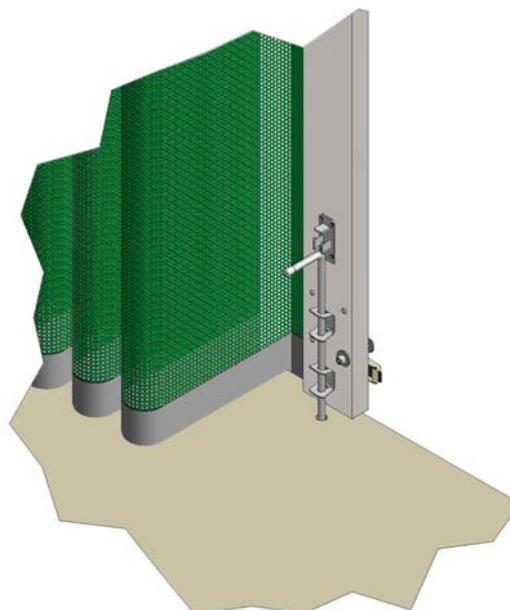
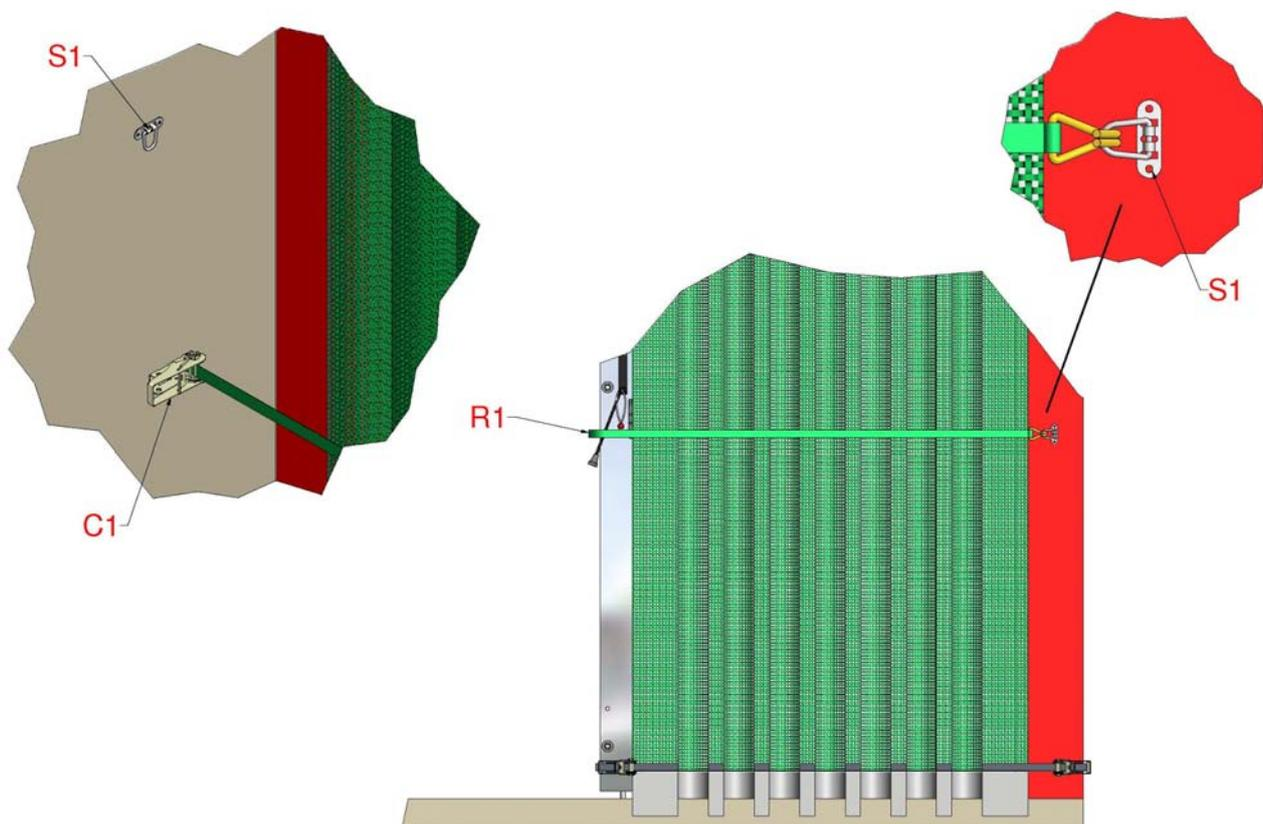

Abbildung 11, Verriegelungsbolzen
Abbildung 12: Halteband des Trackscreen-Systems
16. Zur Fixierung des Netzes im offenen Zustand ein 18-mm-Loch in den Boden bohren, in das der Verriegelungsbolzen des Schiebepfostens einrastet, siehe Abbildung 11.
17. Verzurring (S1) am Gebäudepfosten befestigen, wie in Abbildung 11 gezeigt. 25-mm-Ratsche (C1) auf der Innenseite des Gebäudes auf gleicher Höhe wie den Verzurring anbringen. Haken des 25-mm-Netzhaltebands (R1) am Verzurring befestigen und um das zusammengefaltete Trackscreen-Netz herum und in die Ratsche einführen. Ratsche spannen und so das Trackscreen-Netz sichern. Es ist wichtig, dass das Netz im offenen Zustand so eng wie möglich zusammengeschieben wird, um eine mögliche Beschädigung durch Windböen zu vermeiden. Zweiten Verzurring oberhalb der inneren Ratsche befestigen. An diesem wird das Halteband aufgehängt, wenn es nicht benötigt wird, siehe Abbildung 12.